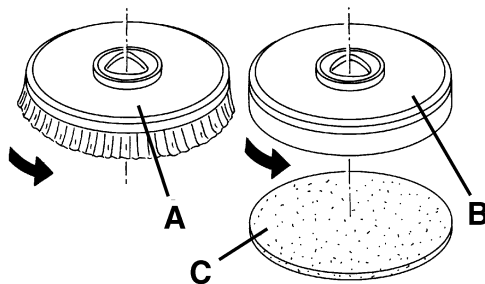

Рис. 2
1. В зависимости от типа планируемой очистки машину можно оснастить либо щетками (А, Рис. 2), либо держателями прокладок (В) с прокладками (С) вместе с соответствующей платформой.
2. (Только для **ВА 551D**, **ВА 551CD**, **ВА 611D**): Поверните ключ зажигания (80) в положение «0».